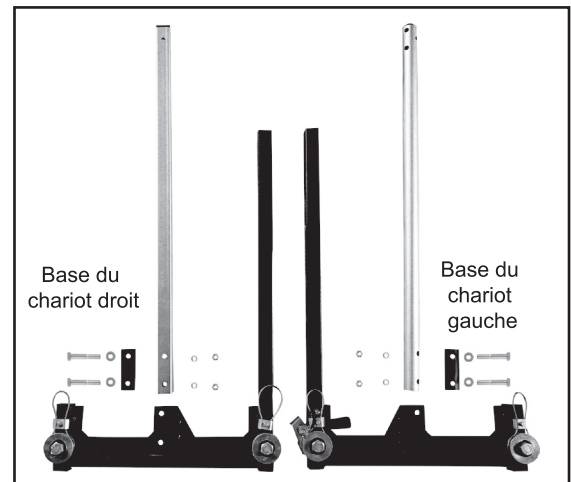

Fig. 17
Étape 11 : Assemblez la base du chariot. Disposez la base du chariot gauche et droit, comme indiqué (fig. 17), ainsi que les tubes de support ronds et carrés, les plaques de serrage de tube rond et carré, les quatre boulons à épaulement à tête hexagonale M12 longs, les quatre rondelles plates M12, les quatre rondelles de blocage M12 et les quatre écrous M12. Le tube de support rond est assemblé sur la base gauche du chariot (celle avec le frein du chariot et du même côté que les roues du chariot). Utilisez deux boulons à épaulement à tête hexagonale M12 longs avec rondelles et écrous pour monter le tube de support rond avec la plaque de serrage ronde et les écrous du même côté que les roues de chariot. Le support de tube carré est assemblé sur la base du chariot droit, également du même côté que les roues de chariot. Utilisez deux boulons à épaulement à tête hexagonale M12 longs avec rondelles et écrous pour monter le tube de support carré avec la plaque de serrage de tube carré et les écrous du même côté que les roues de chariot.